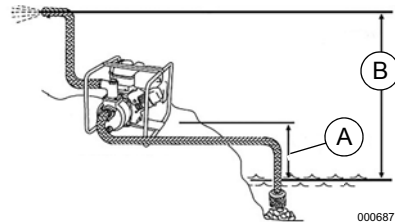

Figure 3-2. Débit de la pompe
Voir Figure 3-2. Le débit de la pompe peut varier en fonction du type, de la longueur et de la section des tuyaux d'aspiration et de refoulement. La hauteur d'aspiration est la distance (A) entre la prise d'eau et l'orifice d'aspiration. La hauteur de pompage totale est la distance (B) entre la prise d'eau et le point de refoulement. À mesure que la hauteur totale augmente, le débit de la pompe diminue. La capacité de refoulement est supérieure à la capacité d'aspiration. Par conséquent, il est important que la hauteur d'aspiration reste inférieure à la hauteur de pompage totale. Le fait de minimiser la hauteur d'aspiration permet de réduire la durée nécessaire pour tirer l'eau de la source à la pompe (temps d'auto-amorçage).